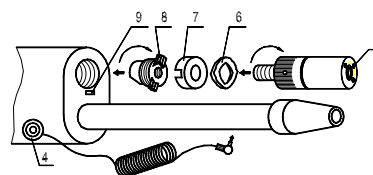

Рис.3. Установка ЛЦУ на карабины «Сайга»
6.2. Установка ЛЦУ на карабины «Сайга-410» (410К), «Сайга-12» и «Сайга-20» (рис.3)